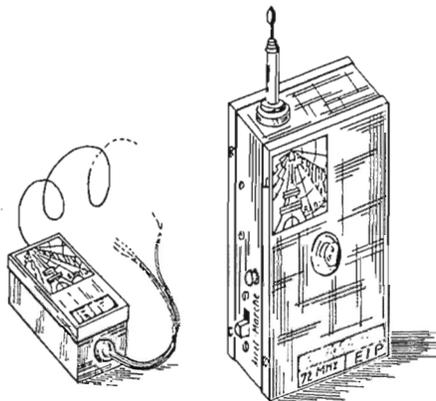

FIG. 1
- La figure 1 nous donne une vue extérieure de ces deux appareils.